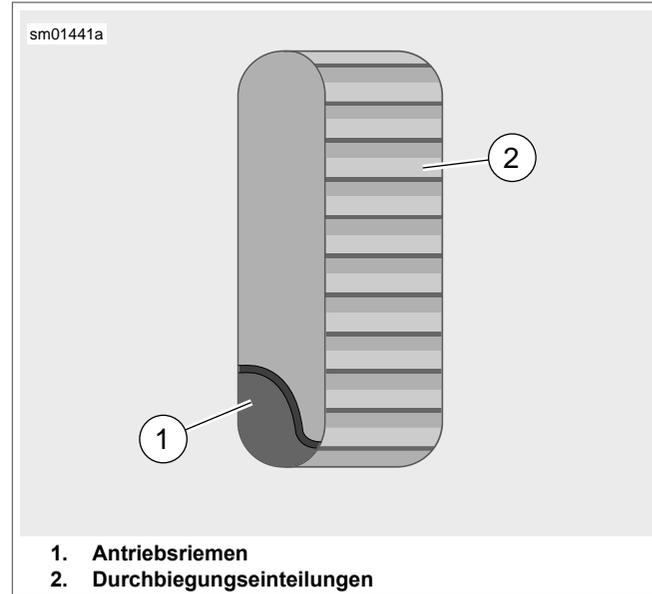

Abbildung 32. Riemendurchbiegungs-Sichtfenster
- a. **Modelle, die mit Riemendurchbiegungs-Sichtfenster ausgestattet sind:** Siehe Abbildung 32. Die Riemendurchbiegung durch das Riemendurchbiegungs-Sichtfenster messen und dabei das Prüfgerät ruhig halten. Jede Durchbiegungseinteilung beträgt circa 1,59 mm (1/16 in).